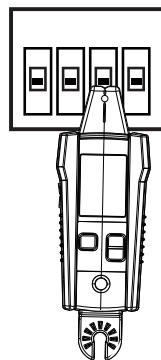

Figura 3.2b
2. Allineare longitudinalmente la scanalatura sul sensore della punta con l'interruttore/fusibile (vedi figura 3.2b).